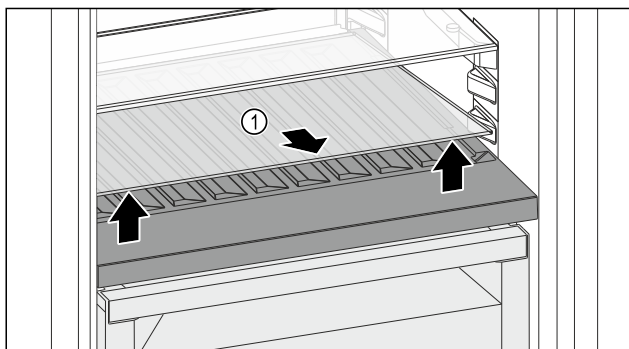

Fig. 96
- Повдигнете стъклената плоча Fig. 96 (1) при прореза отпред и извадете.
- Съхранявайте стъклената плоча Fig. 96 (1) на сигурно място извън уреда.